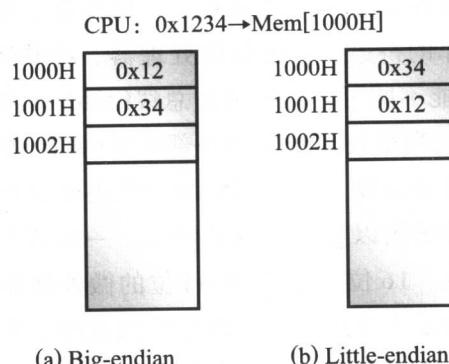

图1.2 Big-endian与Little-endian CPU
(1) Big-Endian CPU：CPU写一次数据到某一存储器地址时，是将高字节数据(high-byte)写到存储器的低地址。如Big-Endian CPU将0x1234数据写到存储器地址1000H后，其存储器的内容如图1.2(a)所示，存储器地址1000H的内容为0x12，1001H的内容为0x34。
(2) Little-Endian CPU：CPU写一次数据到某一存储器地址时，是将低字节数据(low-byte)写到存储器的低地址。如Little-Endian CPU将0x1234数据写到存储器地址1000H后，其存储器的内容如图1.2(b)所示，存储器地址1000H的内容为0x34，1001H的内容为0x12。